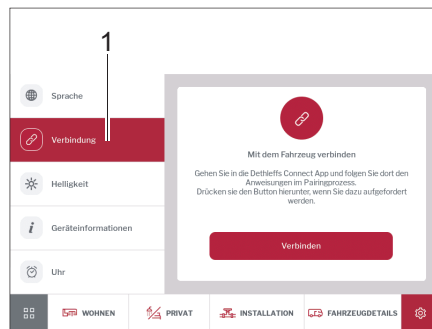

Fig. 270 Conexión
- Tocar en la opción *Conexión* (Fig. 270,1).